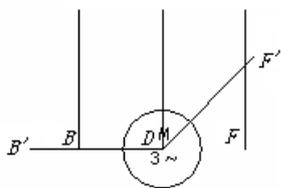

图 11-62 旋转结果
(3) 旋转直线。单击“修改”工具栏中的“旋转”按钮, 关闭“正交模式”，选择直线 DF'为旋转对象，捕捉 D 点作为旋转基点，输入旋转角度为 45°，旋转结果如图 11-62 所示。